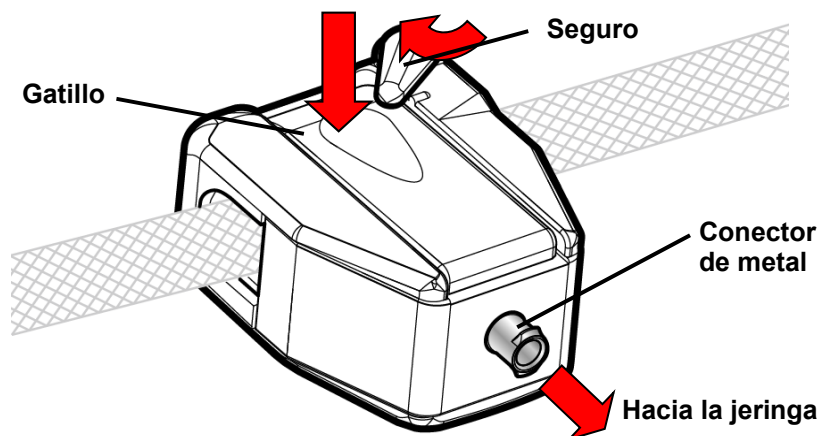

Figura 132 - Toma de Muestra de dializante del puerto de muestreo (abierto)
3. Presione el gatillo del puerto de muestreo de dializante y dele la vuelta al seguro para cerrar el puerto y en la posición abierta (vea Figura 132). El curso del dializante estará ahora abierto a la jeringa a través del puerto de muestreo de dializante.